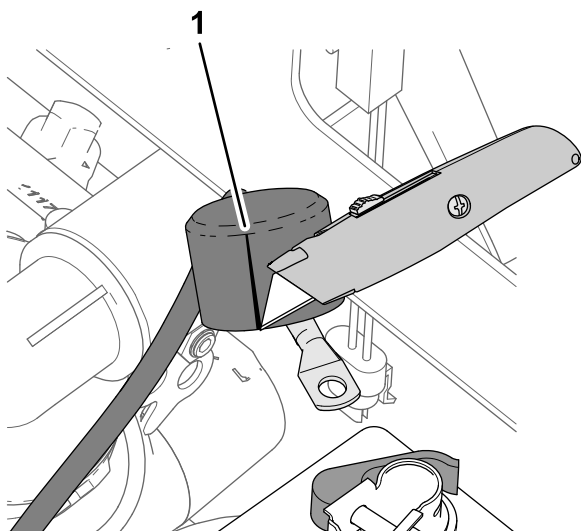

Figura 210
1. Haga un corte en el capuchón aislante del cable positivo de la batería que va al motor de arranque, según se muestra en Figura 210.